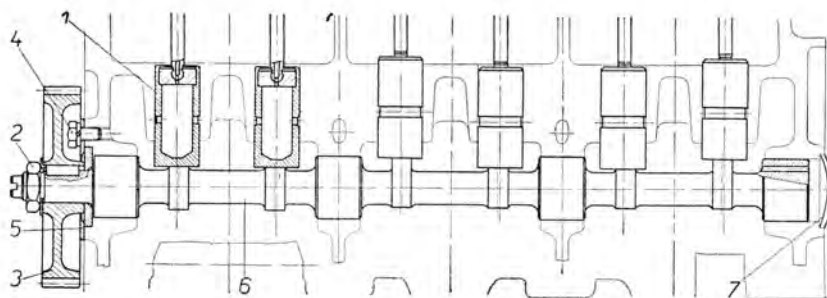

Abb. 85
3. Die Ventilstößel sind herauszuziehen (Abb. 85/1).
4. Die Mutter M 18 (Abb. 85/2) ist abzuschrauben und das Nockenwellenrad (Abb. 85/3) abzuziehen. Drei Schrauben M 18×15 (Abb. 85/4) sind auszuschrauben, der Flansch (Abb. 85/5) der Nockenwelle ist abzunehmen und die Nockenwelle (Abb. 85/6) herauszuziehen.
Anmerkung: Beim Einschieben der Nockenwelle in das Kurbelgehäuse ist auf den Verblendungspfropfen (Abb. 85/7) zu achten, der im rückwärtigen Teil des Kurbelgehäuses angeordnet ist.